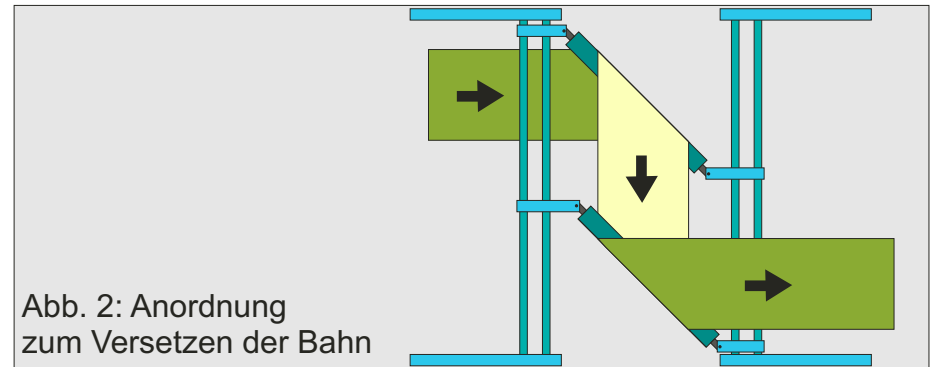

Abb. 2: Anordnung zum Versetzen der Bahn
- Hinzufügen fehlender Nöpfchen (Abbildung 2)
Um Papierbahnen zu versetzen, sind immer zwei Wendestangen notwendig. Die erste Stange lenkt die Bahn in einem rechten Winkel von der Laufrichtung ab, die zweite gleicht diesen Winkel wieder aus, jedoch ist die Bahn nun versetzt (Abb. 2).